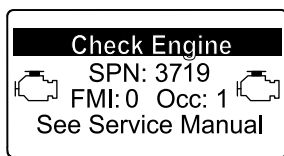

Figura 44
- Avvertenza motore SPN 3719, FMI: 0 (Figura 44)